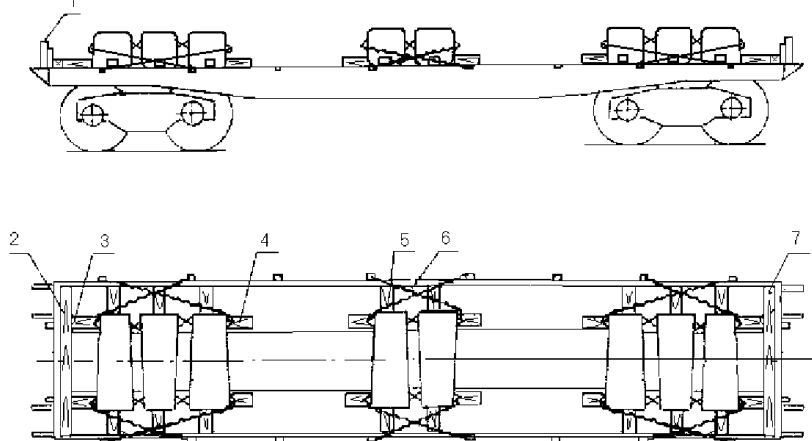

Рисунок 127
6.12. Изложницы массой свыше 8 т до 9 т размещают на платформе симметрично относительно продольной плоскости симметрии вагона тремя группами: по три изложницы над шкворневыми балками и две – в середине платформы (рисунок 127). У торцевых бортов, подкрепленных короткими стойками, укладывают упорный брусок размерами 100x100x2750 мм. Каждый брусок прибивают к полу пятью гвоздями диаметром 6 мм и длиной 150 мм. Между упорным бруском и крайней изложницей устанавливают по два распорных бруска сечением не менее 100x100 мм и длиной по месту и прибивают к полу каждый пятью гвоздями диаметром 6 мм и длиной не менее 150 мм. От продольного смещения каждую группу изложниц крепят двумя упорными брусками размерами 100x100x350 мм, которые прибивают к полу каждый тремя гвоздями диаметром 6 мм и длиной не менее 150 мм. От поперечного смещения каждую изложницу крепят упорными брусками (поз. 5) сечением не менее 50x100 мм и длиной, равной расстоянию между бортом платформы и изложницей, которые прибивают к полу каждый двумя гвоздями диаметром 5 мм и длиной не менее 100 мм. Кроме того, от продольного смещения изложницы крепят